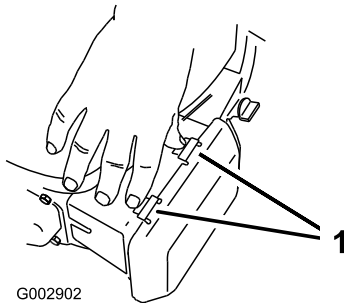

Figura 33
1. Presione hacia abajo los cierres de la parte superior de la tapa del limpiador de aire (Figura 33).